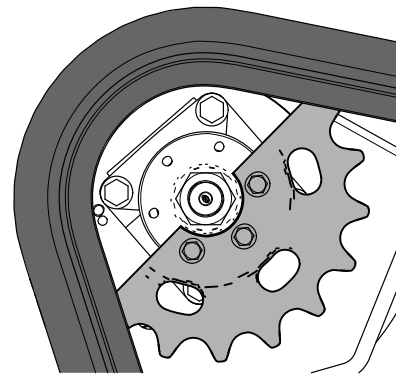

Bild 29
- Schieben Sie den Fahrtriebshebel nach vorne, bis die andere Hälfte des Antriebsritzel nicht mehr in die Kette eingreift (Bild 29).